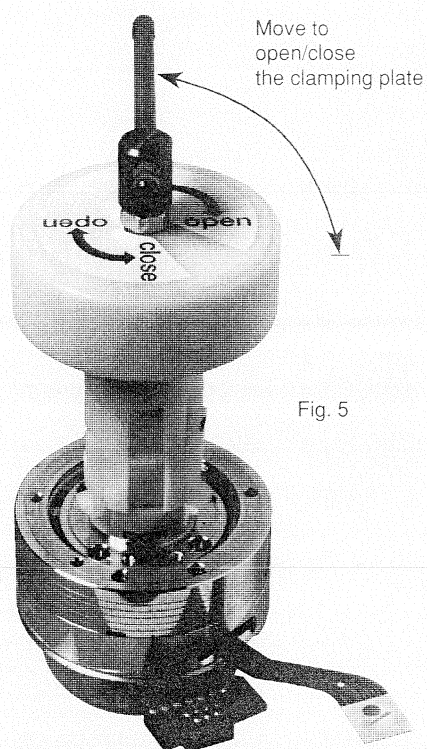

Fig. 5
- Das Abziehwerkzeug auf das obere Klemmelement aufsetzen, durch Drehen des Hebels um 90 das Klemmelement lösen und von der Kopfscheibe abziehen (Fig. 5).
- Das Abziehwerkzeug auf die Kopfscheibe plan aufsetzen und das Klemmelement durch Drehen des Hebels in Richtung "close" fixieren (Fig. 5 "close").